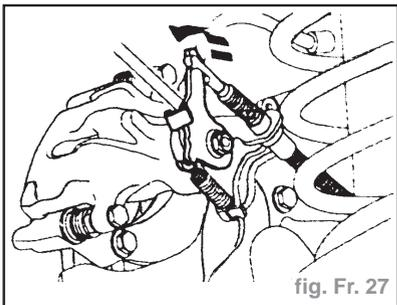

fig. Fr. 27
- Vérifier le mouvement des leviers d'étriers de frein de stationnement. Si un réglage supplémentaire s'impose, régler le câble à l'aide de l'écrou de réglage du câble de frein de stationnement (fig. Fr. 27).